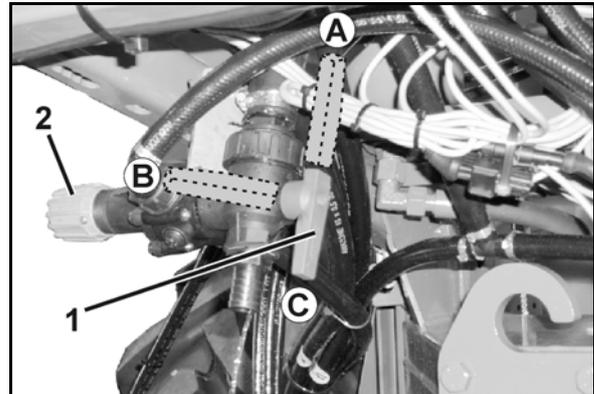

Fig. 123
- der DUS-Schalthehnhahn (Fig. 123/1).
- das DUS-Druck-Begrenzungs-Ventil (Fig. 123/2). Das DUS-Druck-Begrenzungs-Ventil ist werkseitig fest eingestellt und reduziert den Druck im Druck-Umlauf-System auf 1 bar.
- Befindet sich der DUS-Schalthehnhahn in Position (Fig. 123/A), ist das Druck-Umlauf-System eingeschaltet.
- Befindet sich der DUS-Schalthehnhahn in Position (Fig. 123/B), ist das Druck-Umlauf-System ausgeschaltet.
- Befindet sich der DUS-Schalthehnhahn in Position (Fig. 123/C), lässt sich Flüssigkeit aus der Feldspritze ablassen..